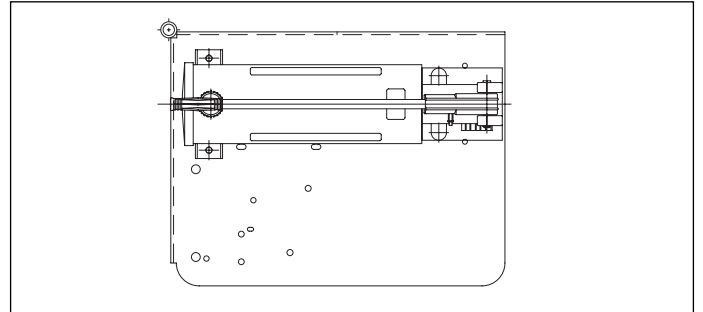

図4: P-802ハンドポンプ
3. ハンドポンプをテーブルへ、付属の金物を使用して4箇所に取り付ける。図4参照。